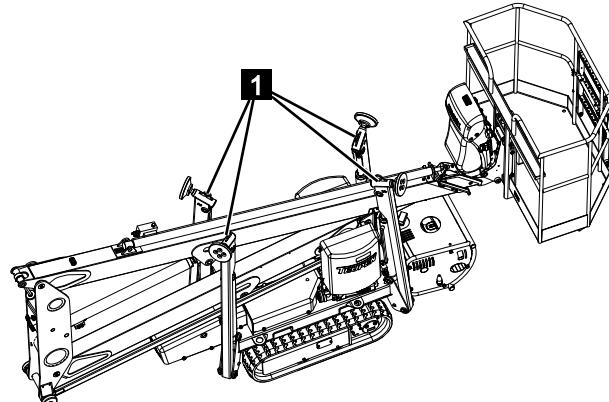

Abb. 57
- Die Maschine muss mit den Anschlagmitteln an den dafür vorgesehenen Lastböcken (Abb.57/1) mit dem Kran verbunden werden.